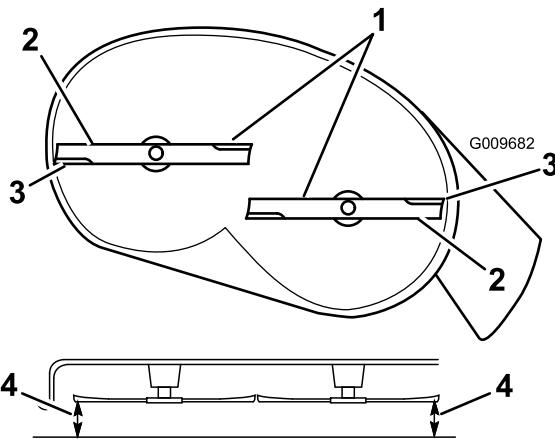

Figure 48
4. Faites pivoter les lames avec précaution pour qu'elles soient toutes parallèles (Figure 48).
5. Mesurez la distance entre les tranchants extérieurs et le sol plat (Figure 48). Si les deux mesures diffèrent de plus de 5 mm, un réglage s'impose. Poursuivez la procédure.